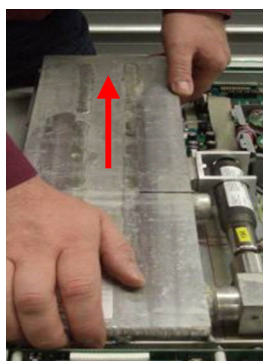

Fig. 51 : Sortir le réservoir
12. ► Soulever le réservoir à l'arrière et le tirer avec précaution vers l'arrière pour le sortir (Fig. 51).